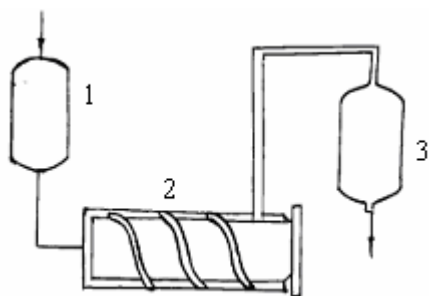

Рис. 2. Принципиальная схема получения полистирола в массе
Рассмотрим в качестве примера полимеризации в массе один из вариантов получения блочного полистирола (рис.2). Для проведения полимеризации по этому способу имеется установка предварительной полимеризации (1), в которой получается сироп, содержащий до 40 % полимера.